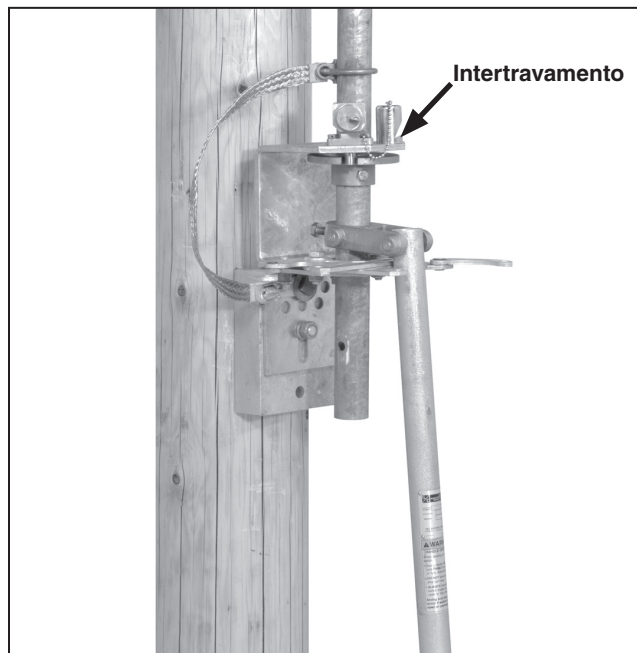

Figura 44. Desengate o parafuso de intertravamento da chave.
- (b) Se o conjunto da alavanca de operação for fornecido com intertravamento de chave, desengate o parafuso de intertravamento. Ver Figura 44.